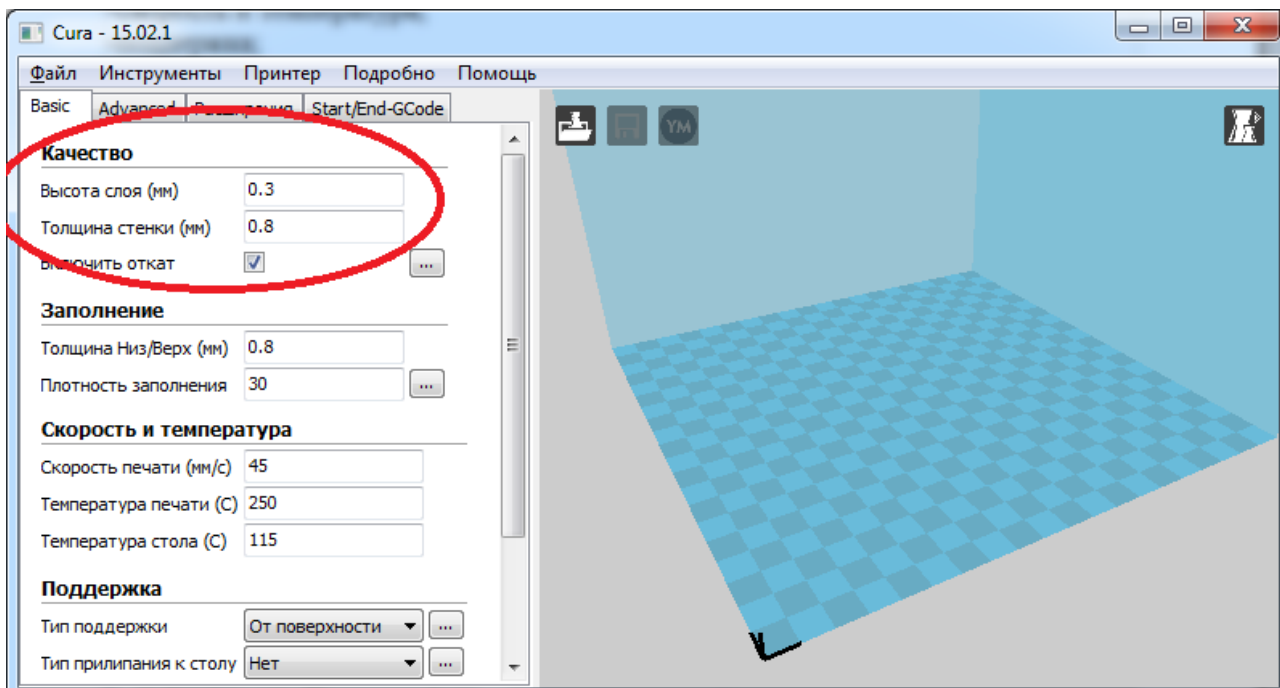

Рисунок 3. «Качество»
1) **Качество** -параметр, который зависит от высоты слоя печати. Насколько будет опускаться ваша платформа по оси Z между новым наносимым слоем пластика и уже нанесенным, рисунок 3.